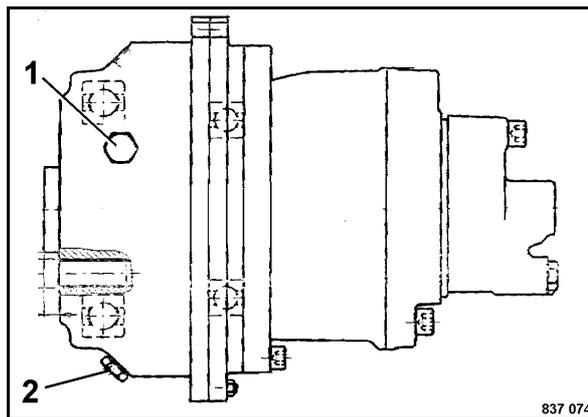

Fig. 213
- Spostare la ruota motrice in modo tale che il foro concordi con il tappo di scarico dell'olio 2 (Fig. 213).
- Riavvitare il tappo di scarico (2).
- Spostare la ruota motrice in modo tale che il foro concordi con il tappo di controllo dell'olio laterale (1).
- Svitare il tappo di controllo (1).